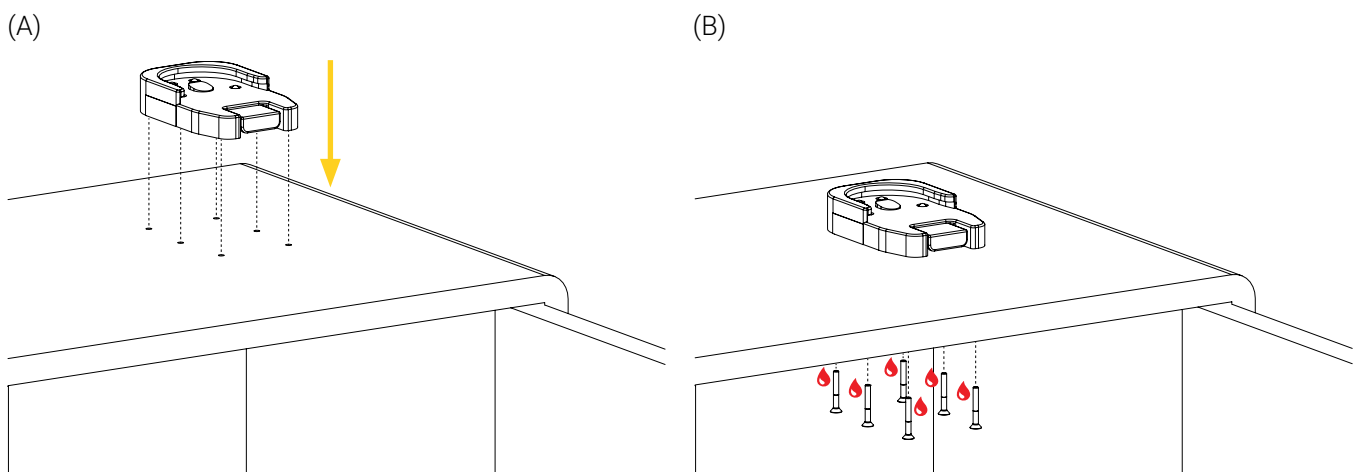

Figure 12: Installation de la Micro Base sur un comptoir
5. Retirer le gabarit de perçage et percer six (6) trous perpendiculairement, à l'aide d'une perceuse et d'une mèche 13/64 po.
8. Placer la Micro Base sur le dessus de la surface d'installation, puis aligner les trous de vis (Figure 12 A).
9. Fixer la Micro Base sur la surface d'installation (Figure 12 B) :
- Insérer six (6) vis à tête plate 1/4-20 po en acier inoxydable 18-8 enduits d'adhésif frein-filet de force élevée (🔥) par le dessous de la surface d'installation, puis serrer en croix à l'aide d'un tournevis à tête Phillips.
- Insérer six (6) vis en acier allié 10-32 po enduits d'adhésif frein-filet de force élevée (🔥) par le dessous de la surface d'installation, puis serrer en croix à l'aide d'un tournevis à tête Phillips.